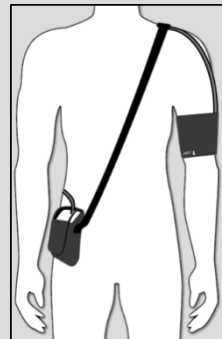

Bild 1: Mobil-O-Graph®
- Slanganslutningen på manschetten måste vara vänd uppåt, se bild. 1.